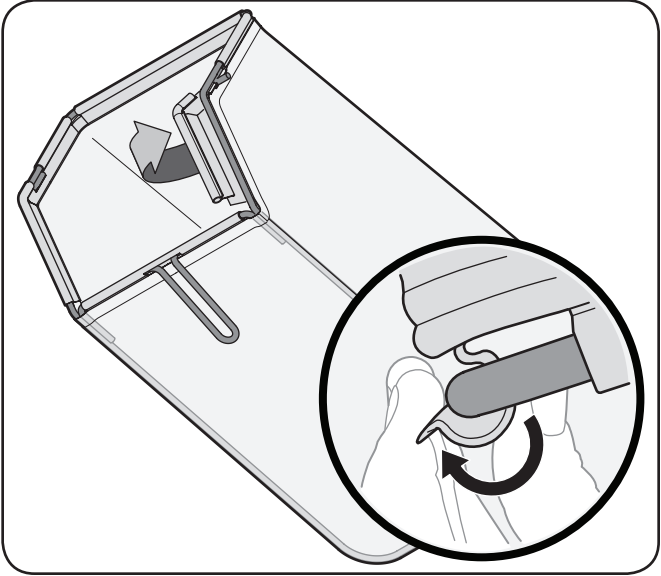

Figure 3-7
b. Attachez le sac sur l'armature en accrochant les glissières sur l'armature, comme à la Fig. 3-7.